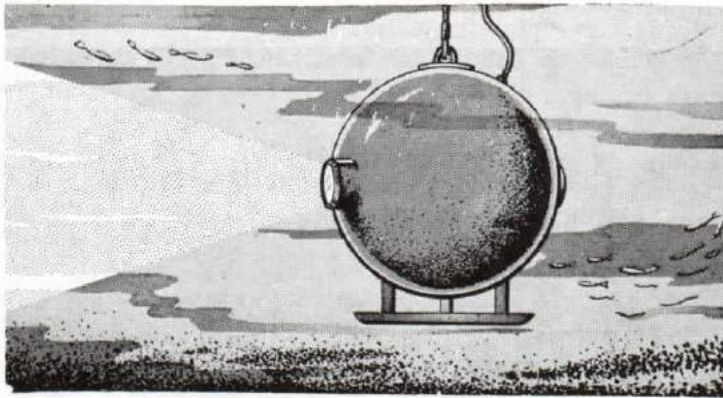

Figure 3-2
3. Water is heavy. It exerts its weight (about 10 lb. per gallon) upon any object that is beneath its surface. The deeper the object is, the greater the weight of water pressing on it. You have experienced this effect on your ears when you dive into a swimming pool. Because of this water pressure, the best submarines in the world cannot dive much beyond 1,400 feet without being crushed. Divers can descend to only about 600 feet, and specially constructed diving devices called bathyscaphes, see Figure 3-2, have been down to over 30,000 ft. But the mean depth of the sea is about 12,500 feet. The greatest known depth is about 34,450 feet, or almost 5,000 feet deeper than Mt. Everest is high.
3. L'eau est dense. Son poids, d'environ 10 livres par gallon, s'applique sur tout objet immergé. Plus l'immersion est profonde, plus la pression de l'eau est grande. On observe cet effet sur ses tympans lorsqu'on plonge dans une piscine. À cause de la pression de l'eau, les sous-marins les plus modernes au monde ne peuvent descendre à plus de 1,400 pieds sans risquer de se désintégrer. Les plongeurs ne peuvent descendre qu'à 600 pieds environ. On a construit des appareils spéciaux, appelés bathyscaphes (voir la figure 3-2) pour plonger jusqu'à 30,000 pieds. La profondeur moyenne de la mer est d'environ 12,500 pieds. La plus grande fosse marine connue mesure 34,450 pieds, soit 5,000 pieds de plus que l'altitude du Mont Everest.